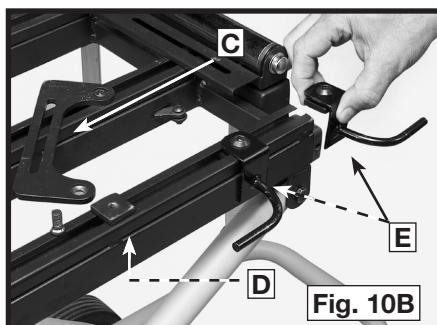
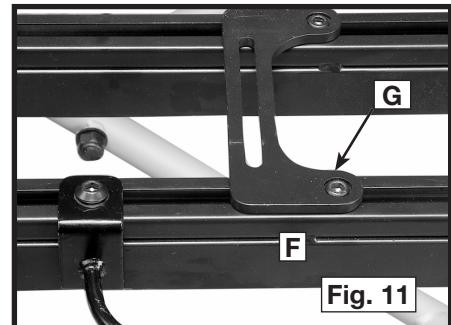

Fig. 10B
Fig. 11
2. Deslice el conector móvil de la sierra (C), Fig. 10B, fuera del estante.
3. Deslice los enrolladores del cable de alimentación (E), Fig. 10B, sobre el estante (D). Coloque los enrolladores del cable de alimentación en posiciones opuestas (Fig. 10B) para sujetar firmemente el cable de alimentación.
5. Coloque de nuevo el conector de la sierra (D), Fig. 10B, en el estante (F), Fig. 11, de vuelta en su posición original.